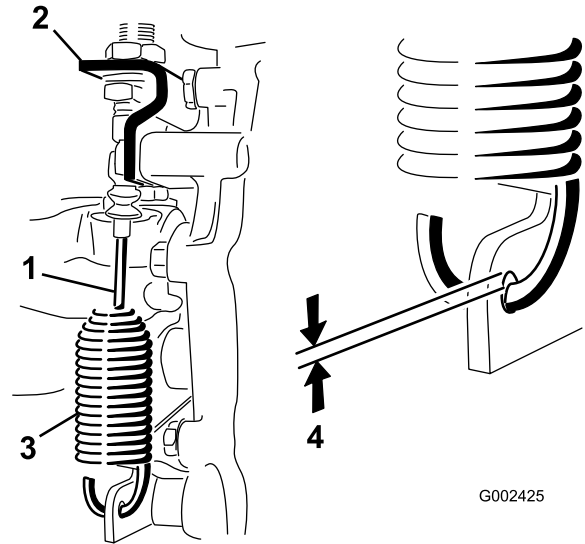

Bild 56
2. Lösen Sie die Klemmmuttern, mit denen das Differenzialsperrkabel an der Halterung am Getriebe befestigt ist (Bild 56).